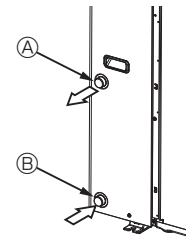

Fig. 4-1
### 4.1. Ligação da tubagem de água (Fig. 4-1)
- A posição dos tubos de entrada e de saída é apresentada na Fig. 4-1.
[Fig. 4-1]